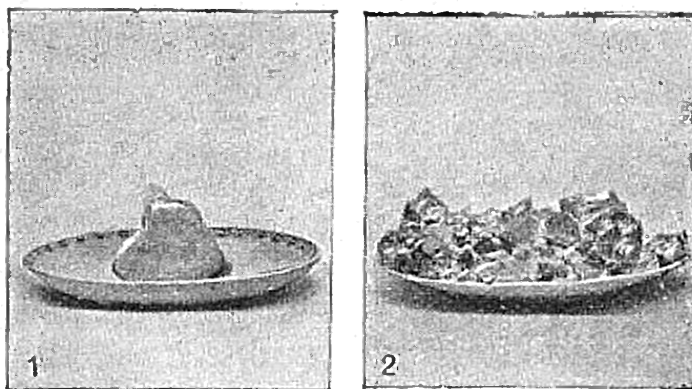

Fig. 82, 83. — La chaux en s'éteignant se gonfle et se fendille : 1. Morceau de chaux ; 2. Même morceau lorsque la chaux est éteinte.
3. Chaux éteinte, lait de chaux, eau de chaux. — Lorsqu'on met la *chaux vive* en contact avec de l'eau, elle s'échauffe, se gonfle, puis se fendille (fig. 82, 83) et tombe en poussière ; c'est la **chaux éteinte**.